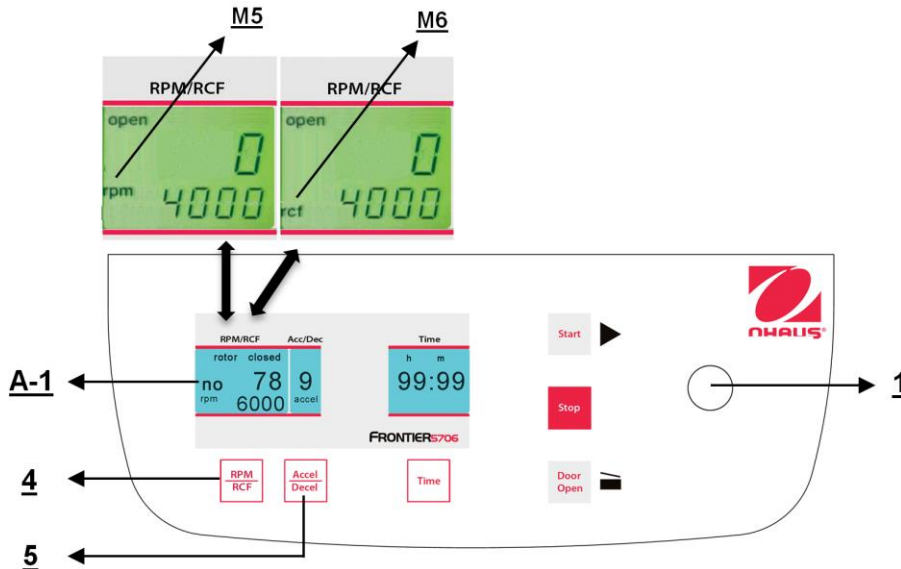

Figure. 19
Cette présélection est activée au moyen de la touche "**RPM | RCF**" (4) (voir la figure 19 ci-dessous). En appuyant sur la touche une fois, le mot "**rpm**" (M5) clignote. En appuyant sur la touche deux fois, il est possible de présélectionner les forces centrifuges. Le mot clignotant "**rcf**" (M6) apparaît alors. L'utilisateur peut définir les valeurs désirées avec le bouton de réglage (1). Sur l'affichage (A-1), la valeur réglée est présentée en permanence, avant, pendant et après la centrifugation.